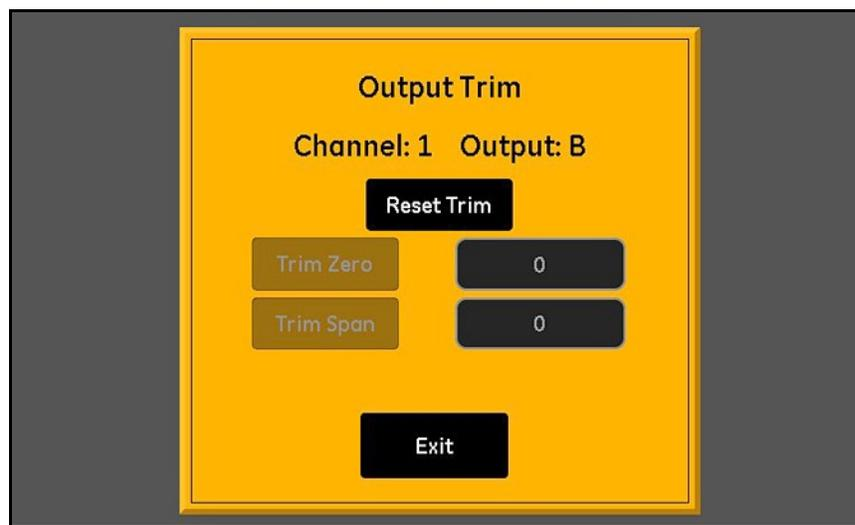

Abbildung 45: Bildschirm „Ausgangstrimmung“
3. Tippen Sie auf die Schaltfläche für den zu trimmenden **Kanal** (1-6) und **Ausgang** (**A** oder **B**) und danach auf die Schaltfläche **Trimmen**. Daraufhin wird ein Bildschirm geöffnet, der in etwa wie in *Abbildung 45* unten dargestellt aussieht.